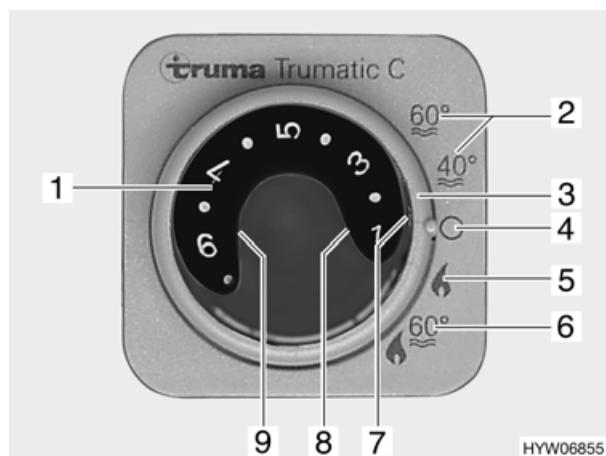
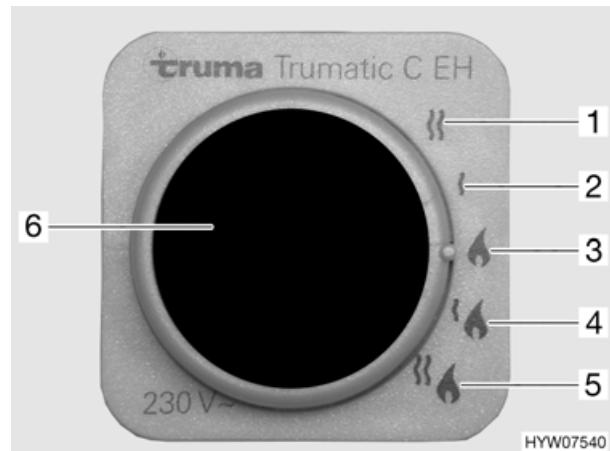

Bild 73 Bedieneinheit für Heizung/Boiler
Bild 74 Energie-Wahlschalter für Heizung/Boiler
#### ■ Betriebsart mit dem Drehschalter (Bild 73,3) einstellen:
- Sommerbetrieb "40 °C" oder "60 °C" (Bild 73,2)
- Winterbetrieb "Heizung ohne Boiler" (Bild 73,5)
- Winterbetrieb "Heizung und Boiler" (Bild 73,6)
- Aus (Bild 73,4)
Die Heizung wählt nach gewünschter Raumtemperatur selbstständig die benötigte Brennerstufe. Wenn die gewünschte Raumtemperatur erreicht ist, schaltet der Brenner ab. Bei Betriebsart "Heizung und Boiler" (Bild 73,6) wird auch das Wasser im Boiler erhitzt. Die Heizung kann in der Betriebsart "Heizung ohne Boiler" (Bild 73,5) mit leerem Boiler betrieben werden.
- Temperaturdrehknopf (Bild 73,1) an der Bedieneinheit auf gewünschte Raumtemperatur stellen.
- Drehschalter (Bild 73,3) auf Winterbetrieb "Heizung ohne Boiler" oder auf Winterbetrieb "Heizung und Boiler" stellen.
Grüne Kontroll-Leuchte (Bild 73,7) leuchtet.
- Drehschalter (Bild 73,3) auf "Aus" (Bild 73,4) stellen.
- ▷ Wenn die Heizung an der Bedieneinheit (Bild 73) auf Sommerbetrieb (Bild 73,2) gestellt ist und der Energie-Wahlschalter auf Mischbetrieb (Bild 74,4 oder 5) gestellt wird, arbeitet die Heizung dennoch nur im 230-V-Betrieb. Der Gasbrenner wird nicht zugeschaltet.
- Gasbetrieb (Bild 74,3)
- 230-V-Elektrobetrieb mit den Leistungsstufen 900 W (Bild 74,2) oder 1800 W (Bild 74,1)
- Gasbetrieb und 230-V-Elektrobetrieb (Mischbetrieb) mit den Leistungsstufen 900 W (Bild 74,4) oder 1800 W (Bild 74,5)
Die Kombination Gasbetrieb und 230-V-Elektrobetrieb verkürzt die Aufheizzeit (nur möglich, wenn die Heizung an der Bedieneinheit (Bild 73) auf Winterbetrieb gestellt ist).
Wenn der 230-V-Elektrobetrieb gewählt ist, leuchtet die gelbe Kontroll-Leuchte (Bild 74,6).
Die Spannungsversorgung für Heizung/Boiler und das Sicherheits-/Ablassventil kann durch den 12-V-Hauptschalter nicht unterbrochen werden. Bei Störung leuchtet die rote Kontroll-Leuchte (Bild 73,8) an der Bedieneinheit für Heizung/Boiler Trumatic C auf (siehe Kapitel 14).